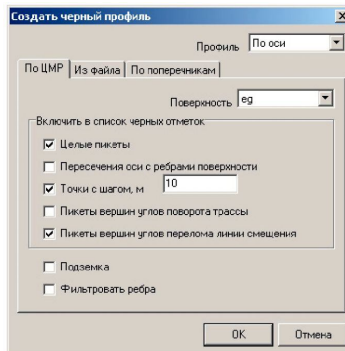

Рис. 7. Меню «Создать черный профиль»
2. Поставьте галочки как показано ниже (рис. 7).